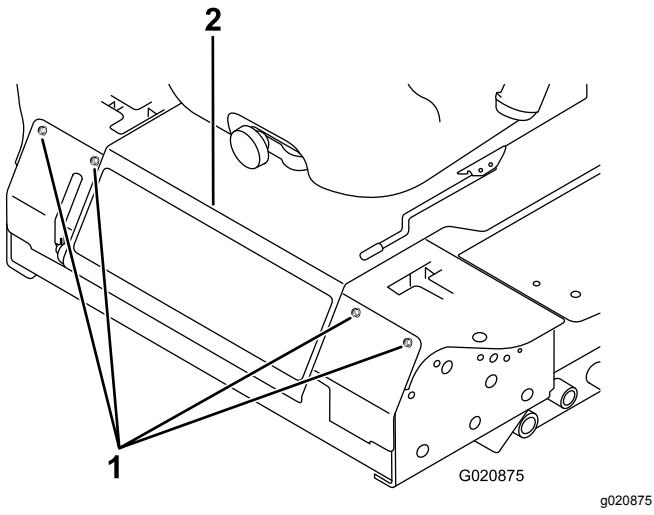

Figure 72
2. Retirez les boulons de fixation du panneau avant et déposez le panneau (Figure 72).